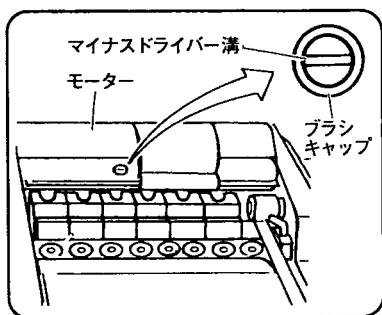

図 47
- (2) カーボンブラシは⊖ドライバーによりブラシキャップをはずしますと、スプリングと一緒に取り出せます。（図 47）
- (1) モーター部のブラシキャップ（図 47 参照）をはずして掃除し、内部の通風もよくします。なお、掃除のときモーター内部に傷を付けたり、水を付けたりしないよう十分ご注意ください。ブラシキャップは掃除後必ずもとどおりに取付けてください。
- (2) 送材ローラ両端の軸受部につまった切りくずを取り除いてください。
- (3) 送材ローラとヘッドの間に、切りくずがたまらないようにときどき掃除してください。